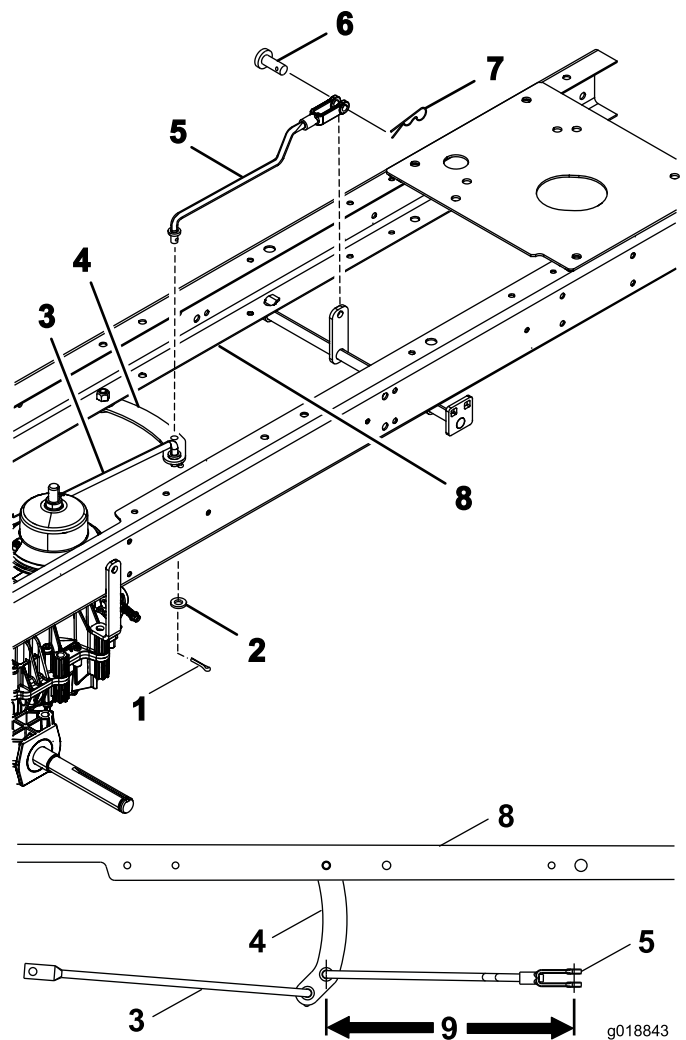

Bild 4
5. Befestigen Sie die vordere Führungsstange mit der Flachscheibe und dem Splint am Gestängearm der Zughalterung (Bild 4).
6. Befestigen Sie das andere Ende der vorderen Führungsstange und stellen Sie das Joch ein, wie in Bild 4 dargestellt.